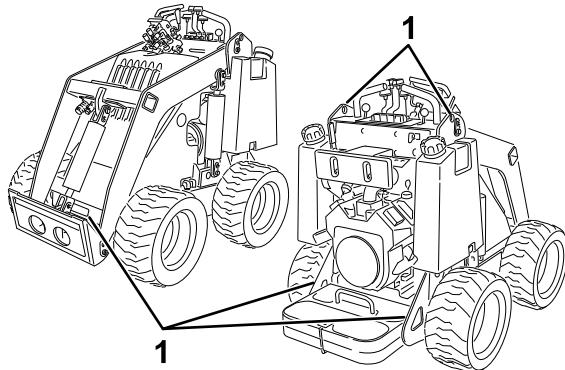

Bild 13
8. Befestigen Sie die Maschine mit den Metallbefestigungsschleifen und Riemen, Ketten, Kabel oder Seilen am Anhänger oder Pritschenwagen (Bild 13). Halten Sie die örtlichen Vorschriften für die Vergurtung ein.
Sie können die Maschine mit den Vergurtungsstellen bzw. Hebeschläufen als Hebestellen anheben, wie in Bild 13 abgebildet.